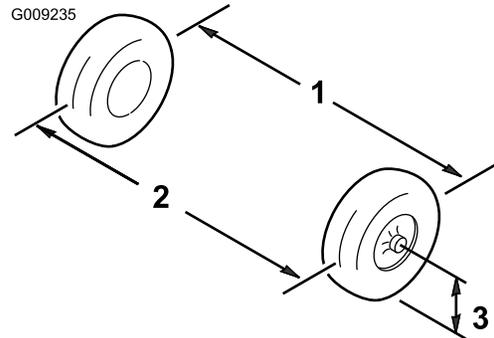

図 53
1. 前輪の前と後ろで、左右のタイヤの中央線間距離を測る計測はアクスルの高さで行う \(図 53\)。